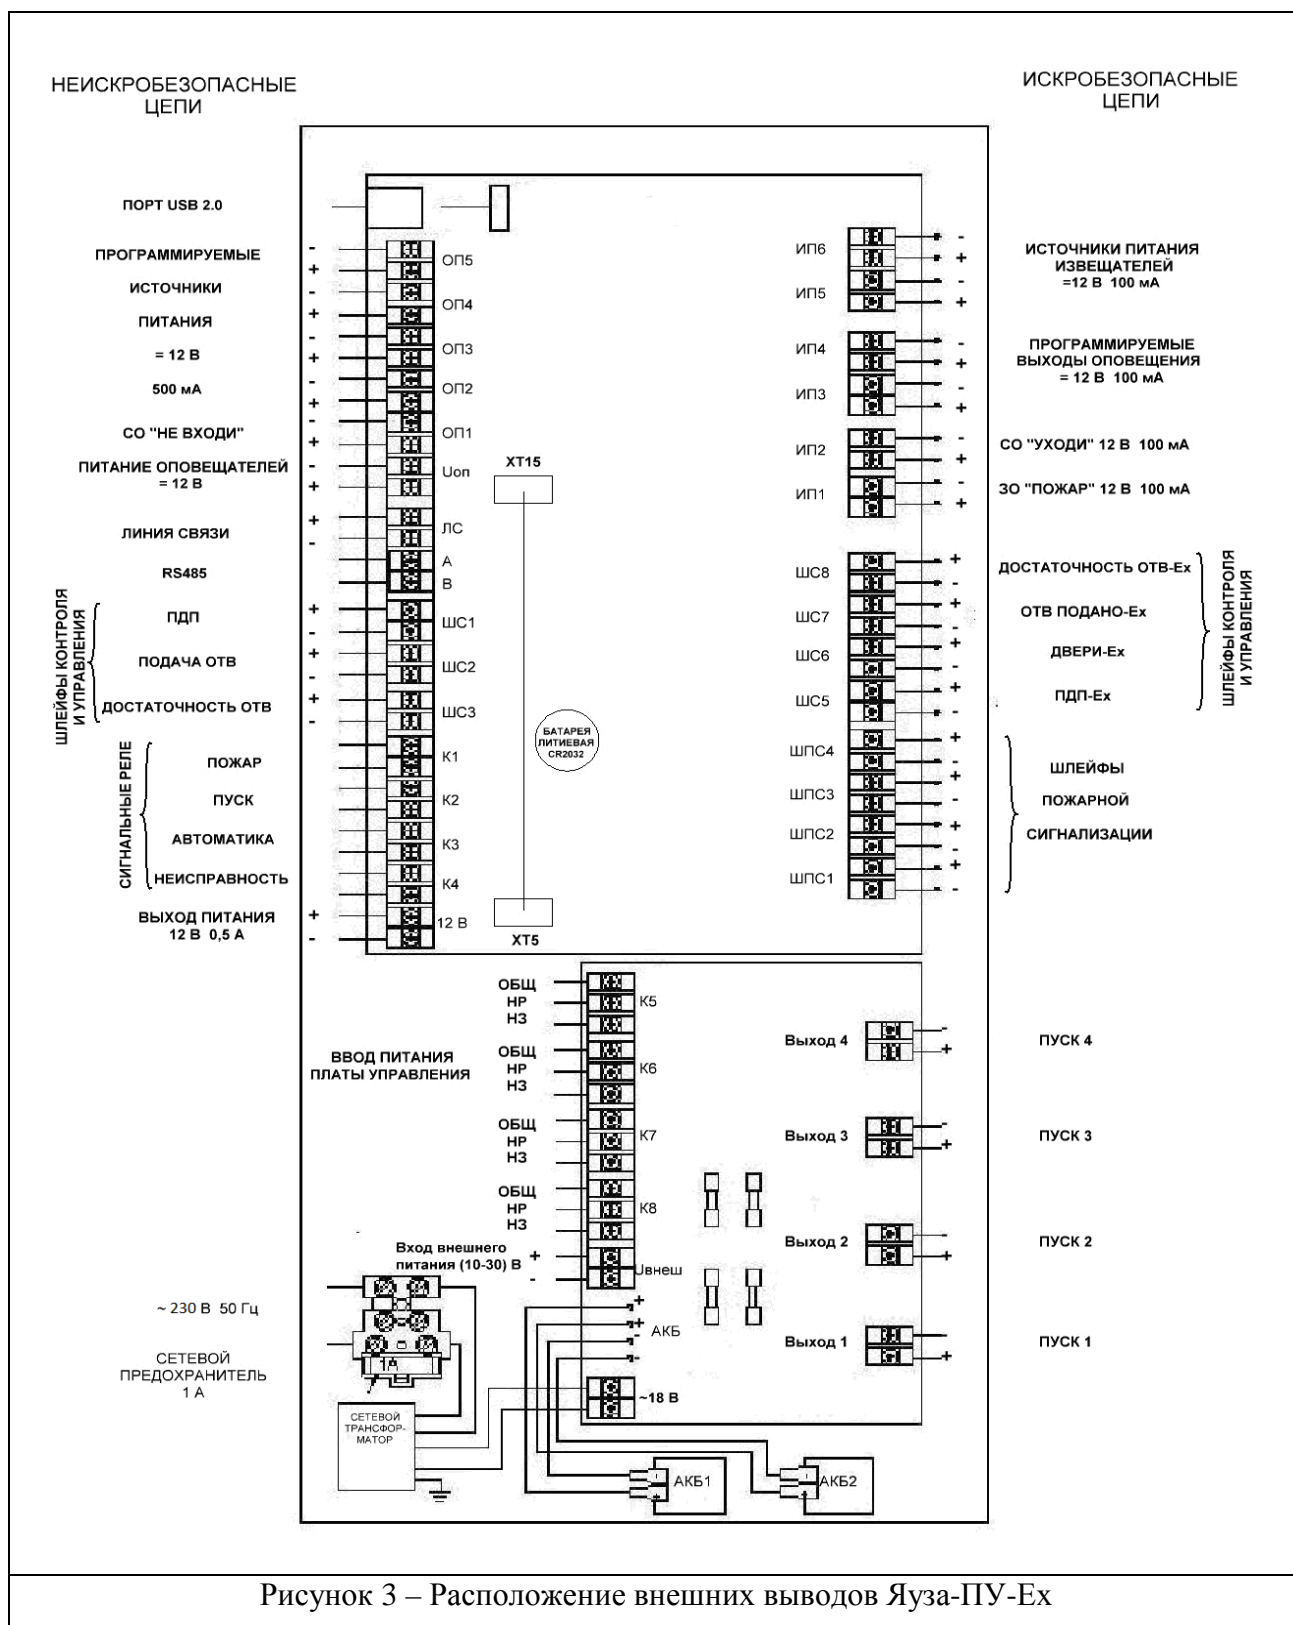

Рисунок 3 – Расположение внешних выводов Яуза-ПУ-Ех
4.2 Расположение внешних выводов Яуза-ПУ-Ех представлено на рис. 3